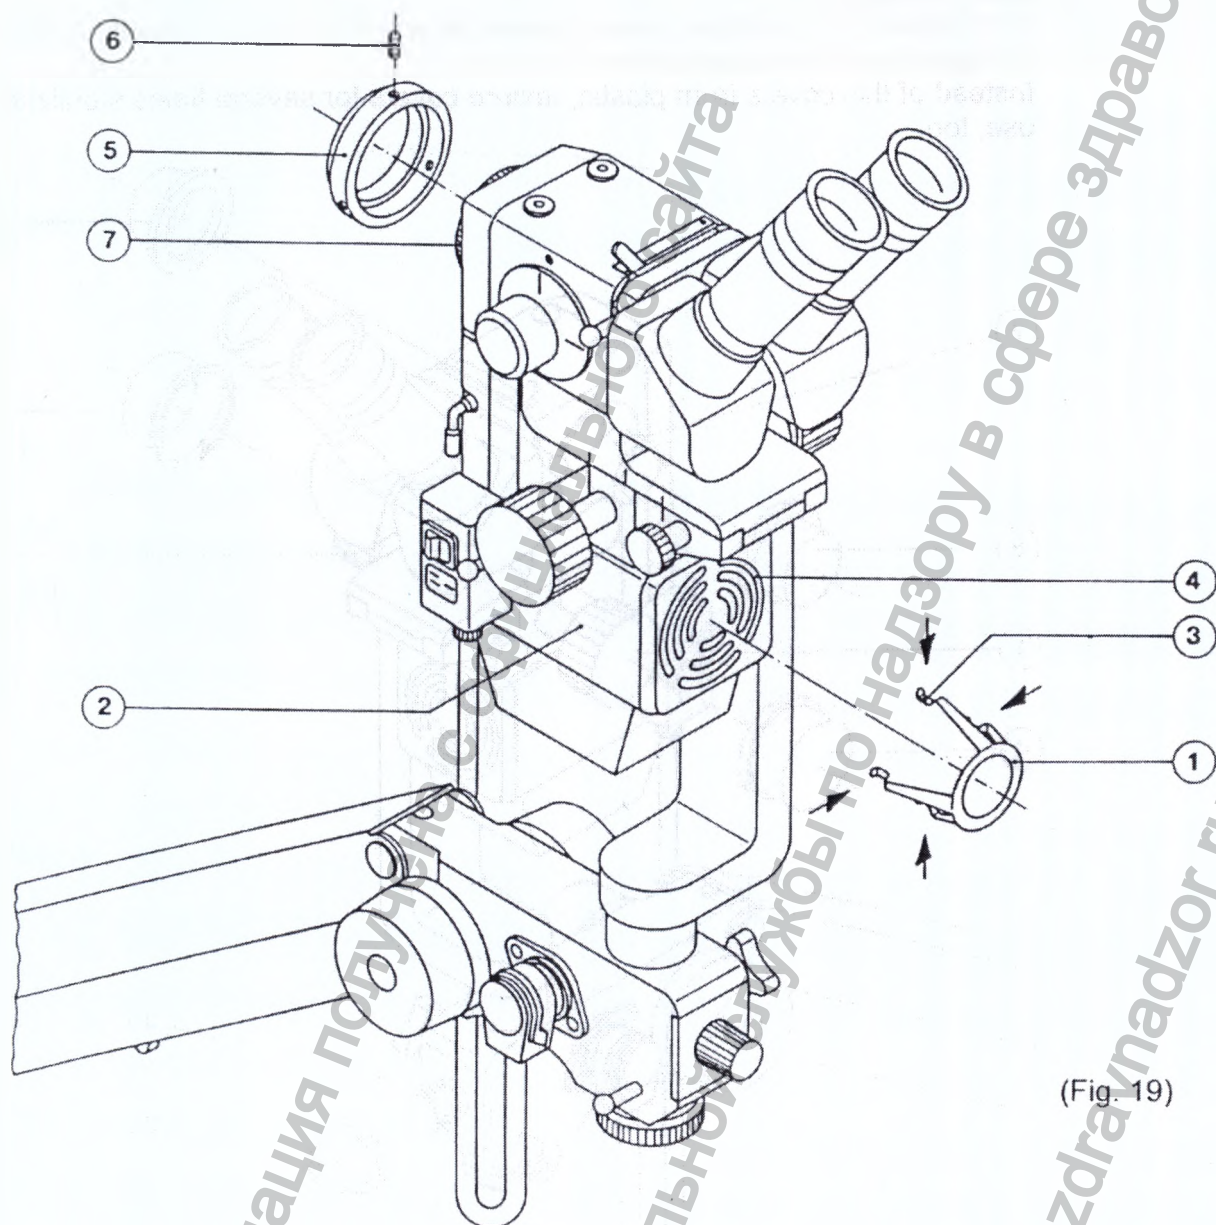

Рис. 19
21.1 Адаптер для стерильной крышки (Xomed) (Рис.19)
- Установите держатель дистанции (1) для крышки над осветительным устройством (2).
- Нажмите слегка на ножки (3) держателя дистанции (не деформируя их постоянно), чтобы вставить их в круглую щель (4).
- Закрепите адаптер (5) с помощью 3 нарезных штырей (6) на объективе (7).